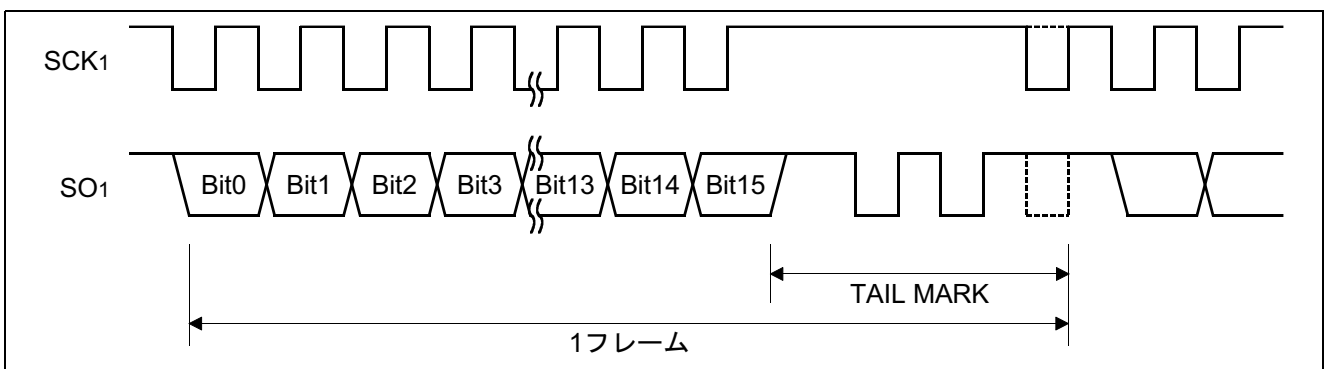

図3 転送フォーマット(SNC1="0", SNC0="1", MRKON="1"のとき)
- SCI1 の転送フォーマットを図 3 に示します。データ転送は、データの最下位ビットから送信される LSB ファースト方式による転送を行いません。8 ビットまたは 16 ビットデータ転送後、TAIL MARK を付加します。